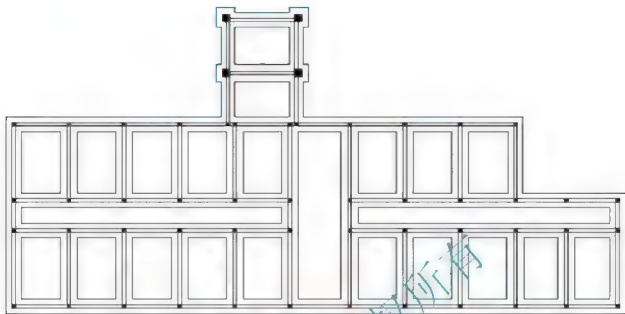

图 5.18 绘制基础墙
(4) 参照附图 2.4, 用相同的方法生成剩余的 GZ1 和 GZ2。选择【SOLID】图案填充 GZ3, 结果如图 5.18 所示。